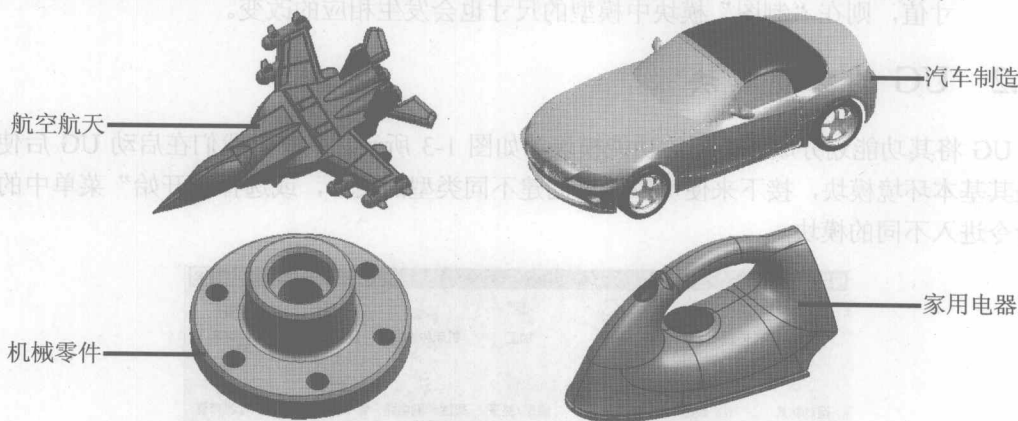

图 1-1 UG 的应用领域
Unigraphics (简称 UG, 目前最流行的版本是 NX 5.0) 软件由美国麦道 (MD) 公司开发,被广泛应用于航空航天、汽车、造船、通用机械和电子工业等领域,如图 1-1 所示。